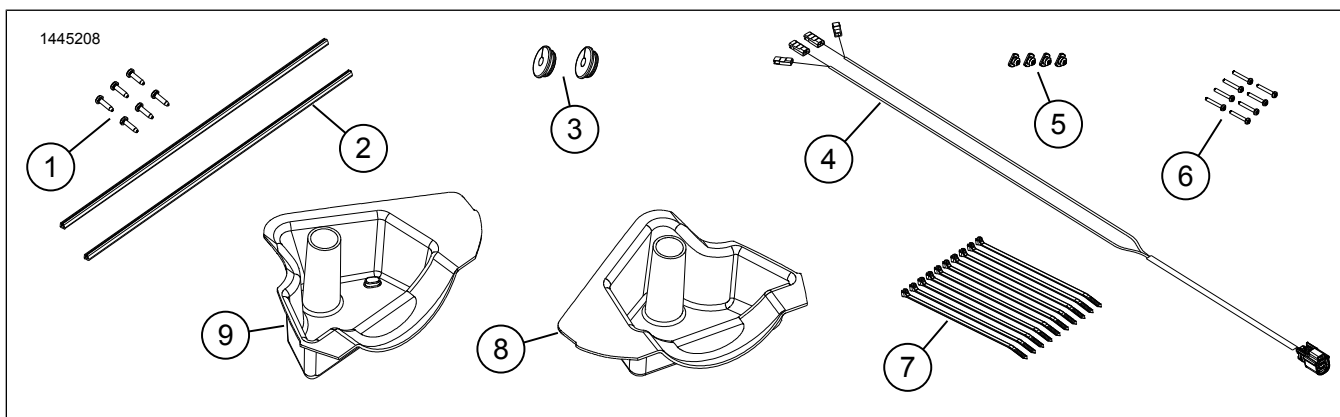

Figura 14. Piezas de servicio, altavoces del fuselaje inferior
14. Vea la Figura 14. Instale la arandela de goma (3) en el orificio perforado.
- Vea la Figura 14. Conecte [351B] del arnés de cables del altavoz (4) a: